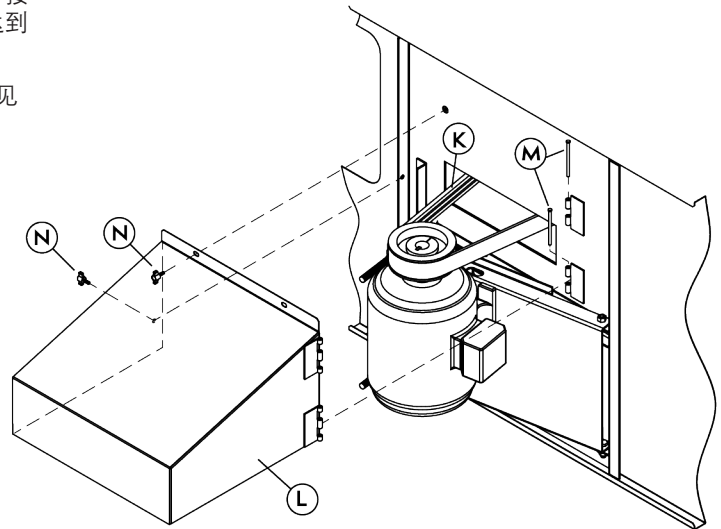

图 16 - 电动机保护罩和Power-Band高强皮带的安装
10. 装上电动机保护罩 **(L)**，对上铰链，插入铰链销 **(M)**（见**图16**）。